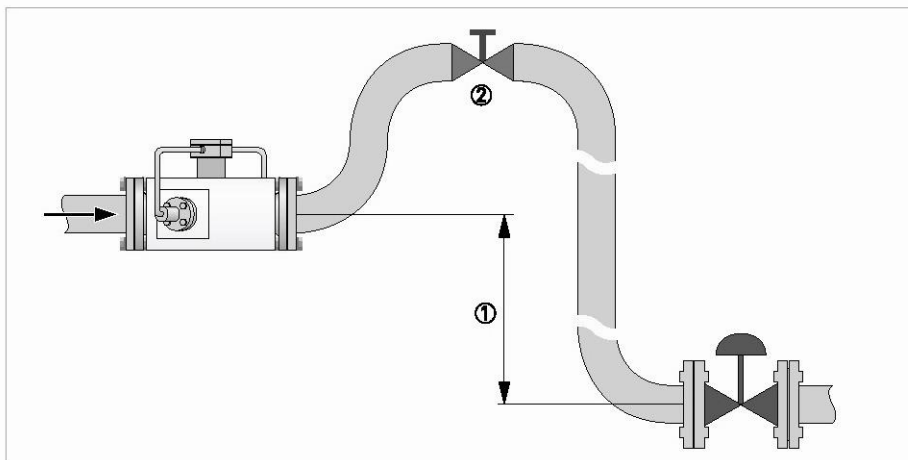

Рисунок 14 - Расположение прибора при опущенной трубе более чем на 5 м
Труба опущена более чем на 5м (1) (рис.14). Предусмотреть воздушный клапан (2) на выходе расходомера.